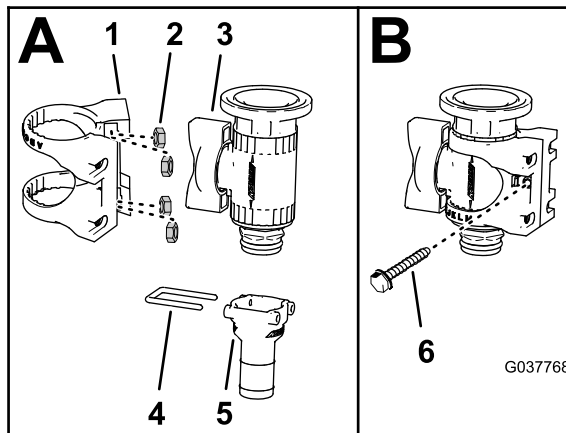

図 87
1. ステンレス製ナット4個をまだ組み付けていない場合は、ナイロン製ブラケットフランジ停止バルブに取り付ける 図 87。
2. バーブ付きストレートFitting 3/4 インチとリテーナを停止バルブから外す 図 87。
3. フランジ停止バルブを、ナイロン製ブラケットに、図 87のように取り付ける。
4. ナイロン製ブラケットをフランジ停止バルブに固定するねじ6-32 x 5/8 インチを使用する 図 87。